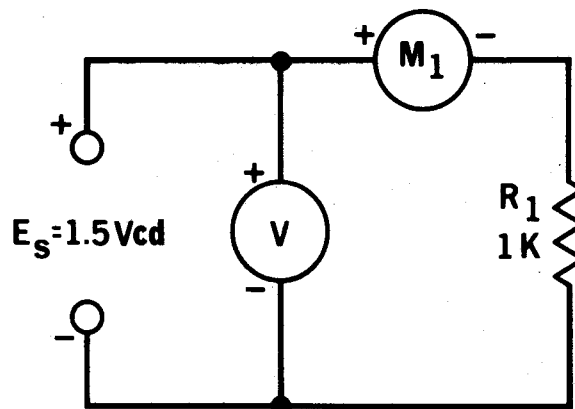

Fig. 19-1
2. Conecte el instrumento en serie con la resistencia R_1 de 1,000 ohms, a la fuente de potencia de 1.5 volts cd como se muestra en la Fig. 19-1.